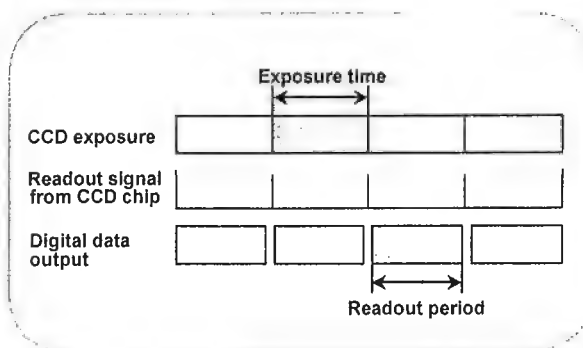

図 9-2
- * 露光時間：一般的な CCD 走査モードの場合、図 9-2 のようになります。露光時間は、読み出し信号と次の読み出し信号までの間隔となり、その時間は、CCD 上すべての電荷を読み出すのに必要な時間以上となります。